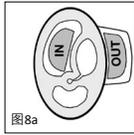

图8a
■ 图 7/8 闭合顶板时必须使用小型钛夹钳(REF 8000137)用闭合钳(REF8000137)将假体平板状一头的柄弄直, 并与假体的杆装配起来(图7)。操作时请注意, 确保闭合钳的使用正确, “内” 对着平板状头的内部, “外” 对着平板状头的外部(图8a, 8b)。